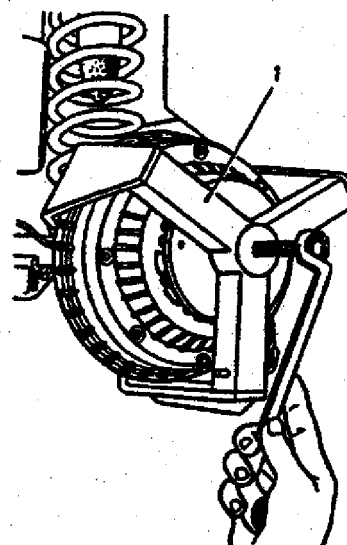

Fig. 6-19. Remoção do tambor: 1 - extrator 67.7823-9519.
3. Remover o tambor do freio, utilizando-se do extrator 67.7823-9519 (fig. 6-19).